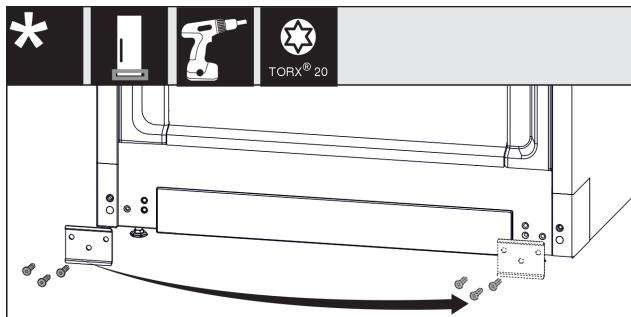

Fig. 16
- ▶ 拧下金属板 Fig. 16 (1), 将其移到另一侧, 然后重新拧紧。